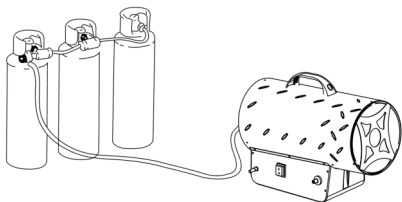

Fig. 1
- 4.9 Dacă încălzitorul trebuie să funcționeze la putere maximă pentru perioade lungi de timp, se poate forma gheață pe butelia de gaz. Acest lucru se datorează extracției excesive de abur. Nu încălziți butelia de gaz din acest motiv. Pentru a evita sau a reduce acest efect, utilizați o butelie mare sau două sau mai multe butelii conectate (Fig. 1).